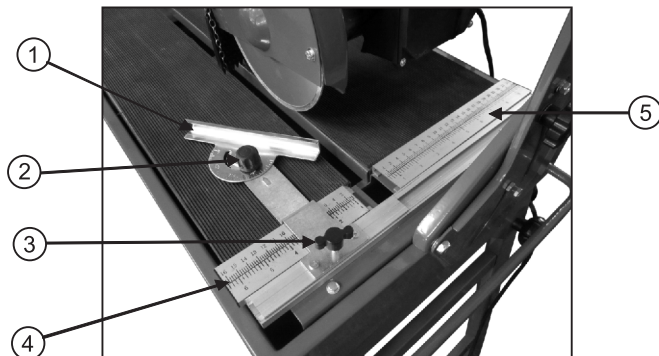

Рис.10
Регулировка ширины резания (рис. 10, 11)
2. Ослабьте винт фиксации (2) транспортира и установите транспортер в положение 0° . Затяните винт фиксации транспортира (рис. 10).
3. Ослабьте винт фиксации (3) регулируемого упора (1).
5. Зафиксируйте винт фиксации (3) регулируемого упора.
Регулировка угла реза (рис. 10)